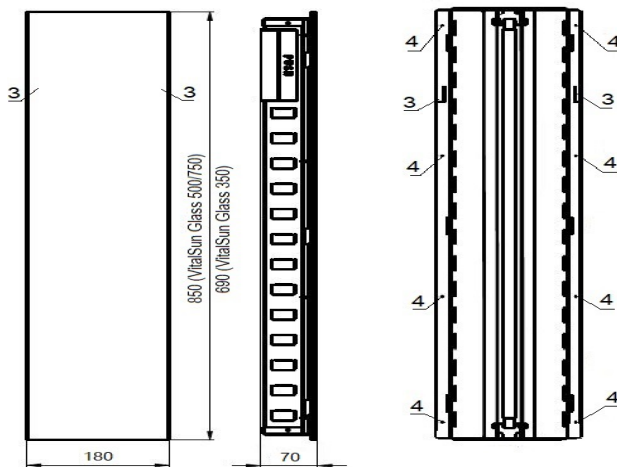

Rys. 3.2 Otwór pod montaż promiennika z serii VitalSun Glass 350/500/750
W celu przeprowadzenia montażu urządzenia w ścianie, wymagane jest wykonanie odpowiedniej wielkości otworu (Rys. 3.2) wraz zachowaniem odległości między sąsiadującymi elementami.
- Osadzić promiennik w otworze ściany wraz z przewodzeniem przewodu przyłączeniowego do modułu mocy sterownika. Stosować wymiary wg Rys. 3.2, (oznaczenie pozycji urządzenia znajduje się na tylnej części obudowy promiennika)